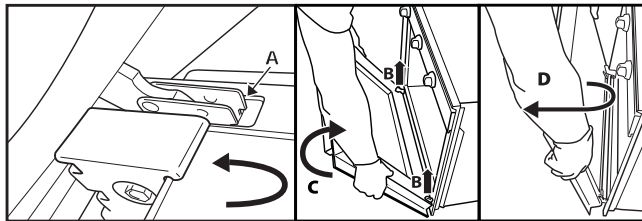

Рис. 2
3. Закройте дверцу до упора (А), поднимите (В) и поверните (С) так, чтобы она освободилась (D) (Рис. 2).